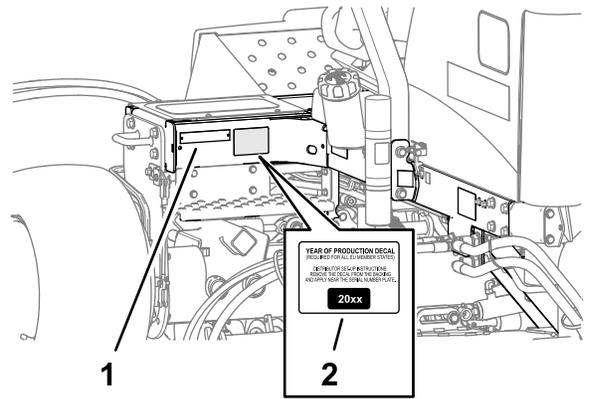

图 37
2. 撕去生产年份标贴的背衬并将其贴到靠近序列号牌的机架上如 图 37 所示。
1. 用酒精擦拭靠近型号/序列号牌的左机架并让机架干燥 图 37。